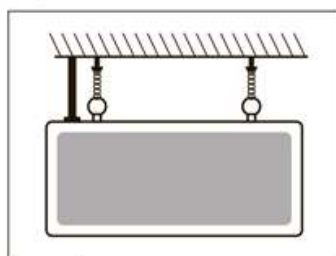
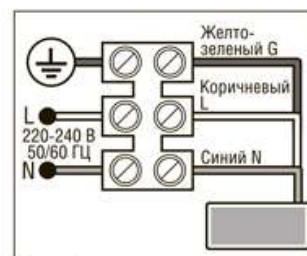

Рисунок 3.
Рисунок 4.
- Установка светильника в подвесном положении осуществляется с помощью монтажных колец, расположенных в верхней части корпуса светильника (Рис.3). Подключите питание, согласно приведенной схеме подключения (Рис.4).